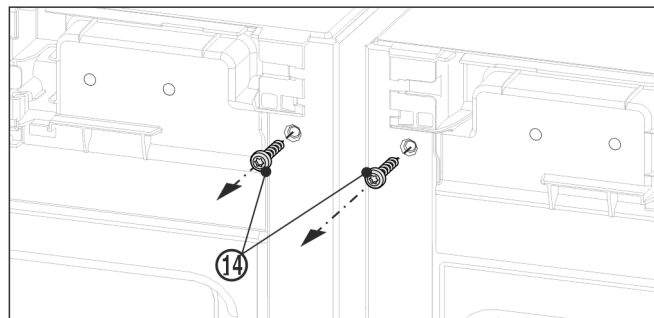

Fig. 11
- Pred montážou horného uholníka vyskrutkujte obe uzemňovacie skrutky Fig. 11 (14).